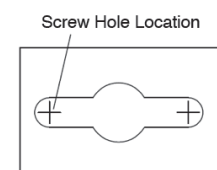

Figure 3
STEP 7: Position the Fixture Housing ② against the mounting surface and with a pencil, mark the screw hole locations to be located at the narrow section of the keyholes (See Figure 3).
PASO 7: Coloque la carcasa del dispositivo ② contra la superficie de montaje y marque con un lápiz la ubicación de los orificios en los que serán colocados los tornillos (vea la Fig. 3).
ÉTAPE 7: Placez le boîtier du luminaire ② contre la surface de montage et avec un crayon, marquez les emplacements des trous de vis qui doivent être situés sur la partie étroite des trous de serrure (Voir la figure 3).